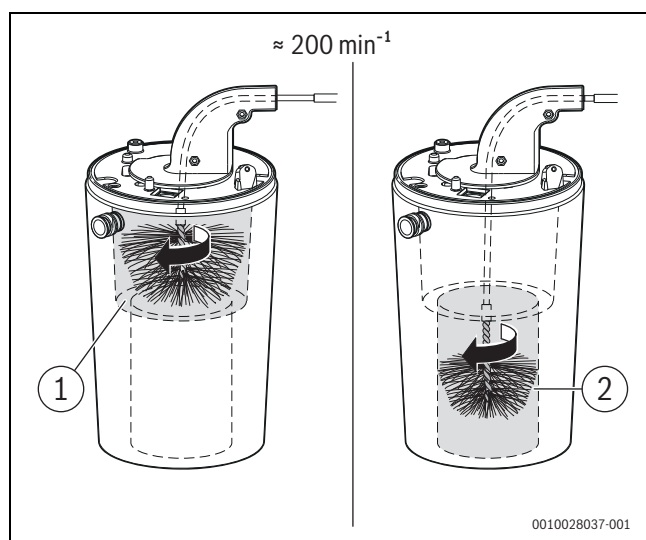

Fig. 112 Nettoyage du corps de chauffe (env. 200 tr/min, rotation à droite uniquement)
- Répéter le processus avec la petite brosse pour la zone inférieure (→ fig. 112, [2]).